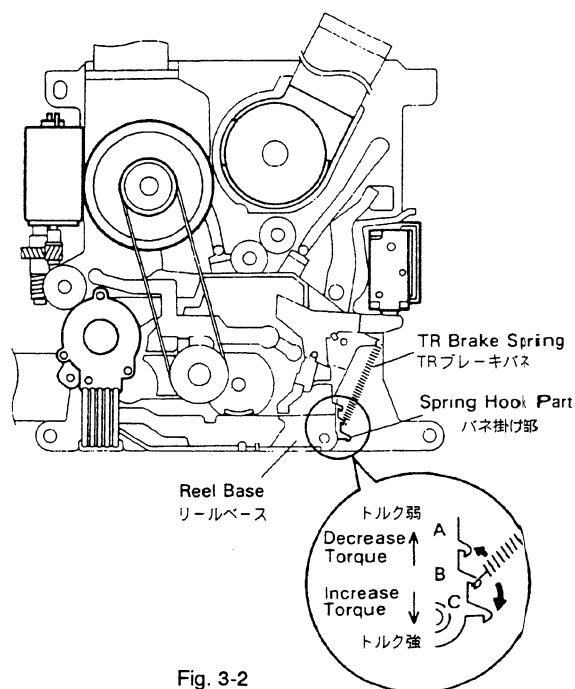

Fig. 3-2
(Refer to Fig. 3-2)
3. 規格内に入らない場合は、リールベースのバネ掛け部A～Cの位置を調整する。(図3-2参照)